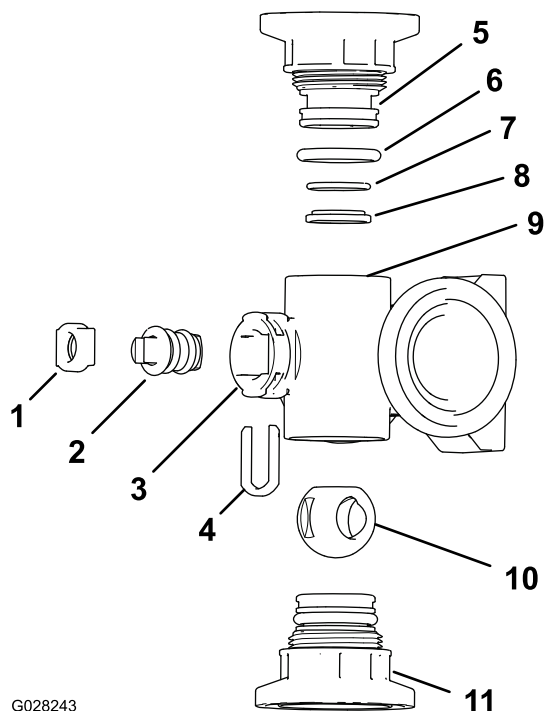

Figure 78
2. Déposez les 2 raccords d'embout à chaque extrémité du corps du collecteur (Figure 78 et Figure 79).
4. Retirez l'étrier de fixation de la tige des fentes de l'orifice de tige du collecteur (Figure 78 et Figure 79).
5. Déposez du collecteur l'étrier de fixation et le siège de la tige (Figure 78 et Figure 79).
6. En passant par le corps du collecteur, déposez la tige de vanne (Figure 78 et Figure 79).
1. Vérifiez l'état et l'usure des joints toriques de raccord de sortie (collecteur de vanne de section seulement), des joints toriques d'embout, des joints toriques de portée arrière et du siège de la bille (Figure 78 et Figure 79).
2. Appliquez de la graisse silicone sur la tige de la vanne et insérez-la dans le siège (Figure 78 et Figure 79).
3. Placez la tige et le siège dans le collecteur et fixez-les à l'aide de l'étrier (Figure 78 et Figure 79).
4. Vérifiez que le joint torique de portée arrière et le siège de la bille sont correctement alignés et engagés dans le raccord d'embout (Figure 78 et Figure 79)
5. Montez le raccord d'embout sur le corps du collecteur jusqu'à ce que la bride du raccord touche le corps (Figure 78 et Figure 79), puis tournez encore le raccord d'embout de 1/8e à 1/4 de tour.